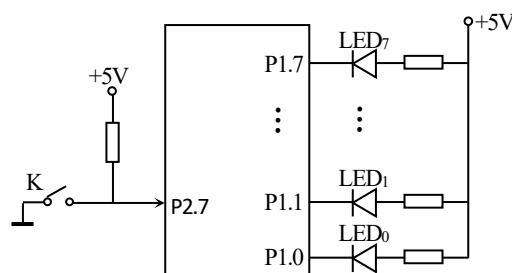

图 T.6 LED 显示控制电路
图 T.6 是基于 MCS-51 单片机设计的一个 LED 显示控制电路，P1 口接有 8 个发光二极管，P2.7 接一开关 K。现希望实现以下显示控制功能：开关断开时，发光二极管按 LED₀→LED₁→LED₂→LED₃→LED₄→LED₅→LED₆→LED₇→LED₀ 的顺序循环显示（正向）；开关闭合，则按反序循环显示。试根据程序中提示，将程序补充完整。
- （4 分）给出测试 74LS273 锁存器功能好坏的硬件方案（画出原理示意图，若用单片机或 8255，外部引脚参考图 T.6 和图 T.1，其他用方框图说明）；